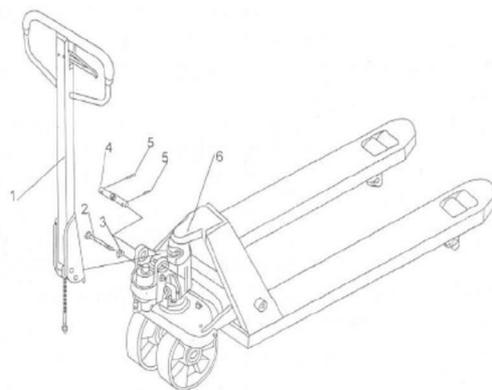

Fig. 5 Assemblaggio del tiller esemplificativo
c) Spingere il braccio del timone verso il basso; estrarre il perno (2, Fig. 5).
d) Impostare la leva di controllo della maniglia in posizione 'ELEVAZIONE RAPIDA' (ELEVAZIONE), quindi sollevare la piastra della leva con il perno (2, Fig. 5) e inserire il bullone di regolazione nella fessura anteriore della piastra della leva. Nota: Tenere il dado di regolazione sotto alla piastra della leva.
e) Con l'ausilio di un martello inserire il secondo perno distanziatore (5, Fig. 5) sul secondo foro dell'asse. La barra di trazione è ora montata sulla pompa.